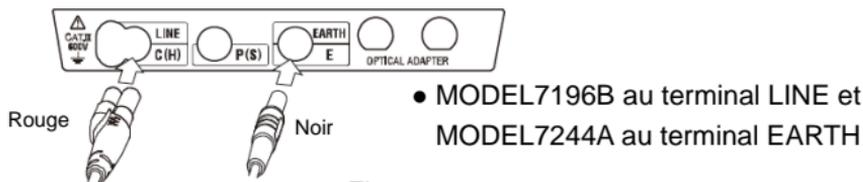

Fig. 10-1
- (1) Appuyez sur le bouton VOLTS pour sélectionner la fonction de mesure de tension.
- (2) Connectez les fils d'essai comme le montre la figure 10-1.